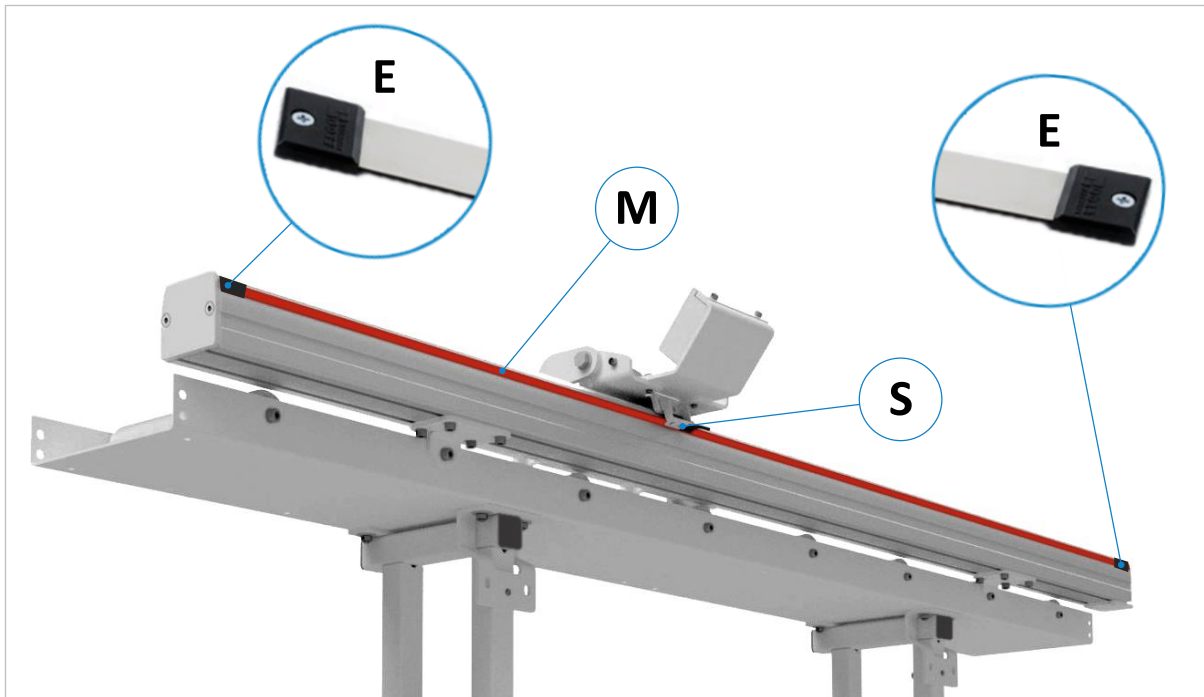

Figure 8 : monter la bande magnétique pour EXAKT P/E
1. Retirez d'abord les deux embouts en plastique (E) du début et de la fin de la bande magnétique → Ceux-ci sont nécessaires pour la protection mécanique et doivent être remontés ultérieurement.
2. Une rainure compatible se trouve à l'arrière du profil de guidage, dans laquelle la bande magnétique peut être collée. Elle est ainsi déjà parfaitement alignée avec le capteur (S). **Note** : Pour une meilleure illustration, la bande magnétique (M) installée est représentée en rouge sur la figure ci-dessus.
**Important : La bande magnétique doit être collée dans la rainure à l'arrière du profilé de guidage en commençant par le côté de la machine d'usinage (voir ⇒ Figure 8).**
4. Faire passer la bande magnétique sous le capteur magnétique (S) en premier.
7. Retirer le reste du film de protection et coller la bande magnétique (M) dans la rainure sur toute la longueur et appuyer fermement partout.
9. Glisse maintenant les deux embouts en plastique (E) sur les deux extrémités de la bande magnétique et fixe-les avec les vis fournies dans les trous d'usine du profil de guidage.